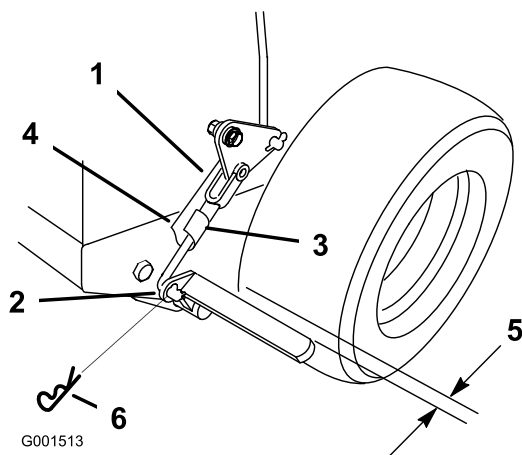

Figura 42
3. Retire el pasador de seguridad del acoplamiento inferior del freno (Figura 42).
4. Gire la horquilla del acoplamiento de freno inferior en el sentido de las agujas del reloj (enroscar) para apretar el freno de estacionamiento; gire la horquilla del acoplamiento del freno en el sentido contrario a las agujas del reloj (desenroscar) para aflojar el freno de estacionamiento (Figura 42).
Nota: Debe haber un espacio de aproximadamente 6 mm (1/4 pulgada) entre el neumático y la barra plana cuando el freno de estacionamiento está en posición de quitado (Figura 42).
5. Fije el acoplamiento inferior a la palanca de freno inferior con el pasador de horquilla y el pasador de seguridad (Figura 42).